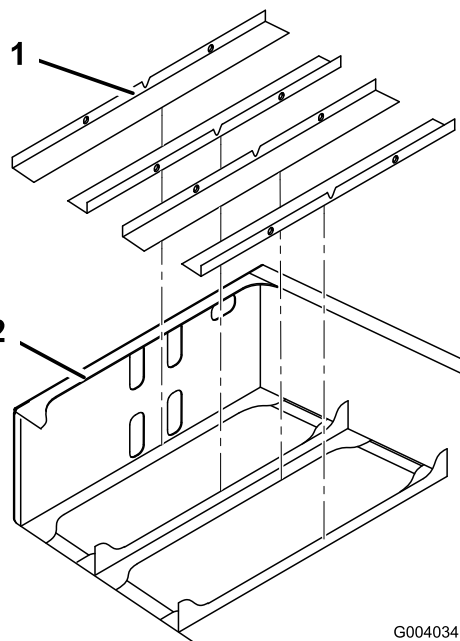

Figura 4
- Instale a caixa dos tabuleiros das baterias na estrutura de montagem na retaguarda (Figura 4).